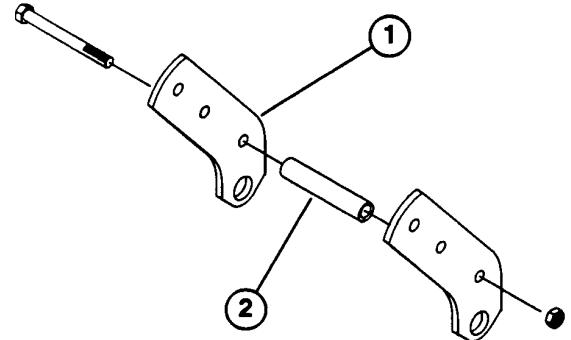

Bild 3
2. Die Sechskantschrauben und Sperrmuttern entfernen, mit denen die hinteren Gelenkklaschen an den rechten und linken U-Profilen des Muldenrahmens befestigt sind (Bild 3).